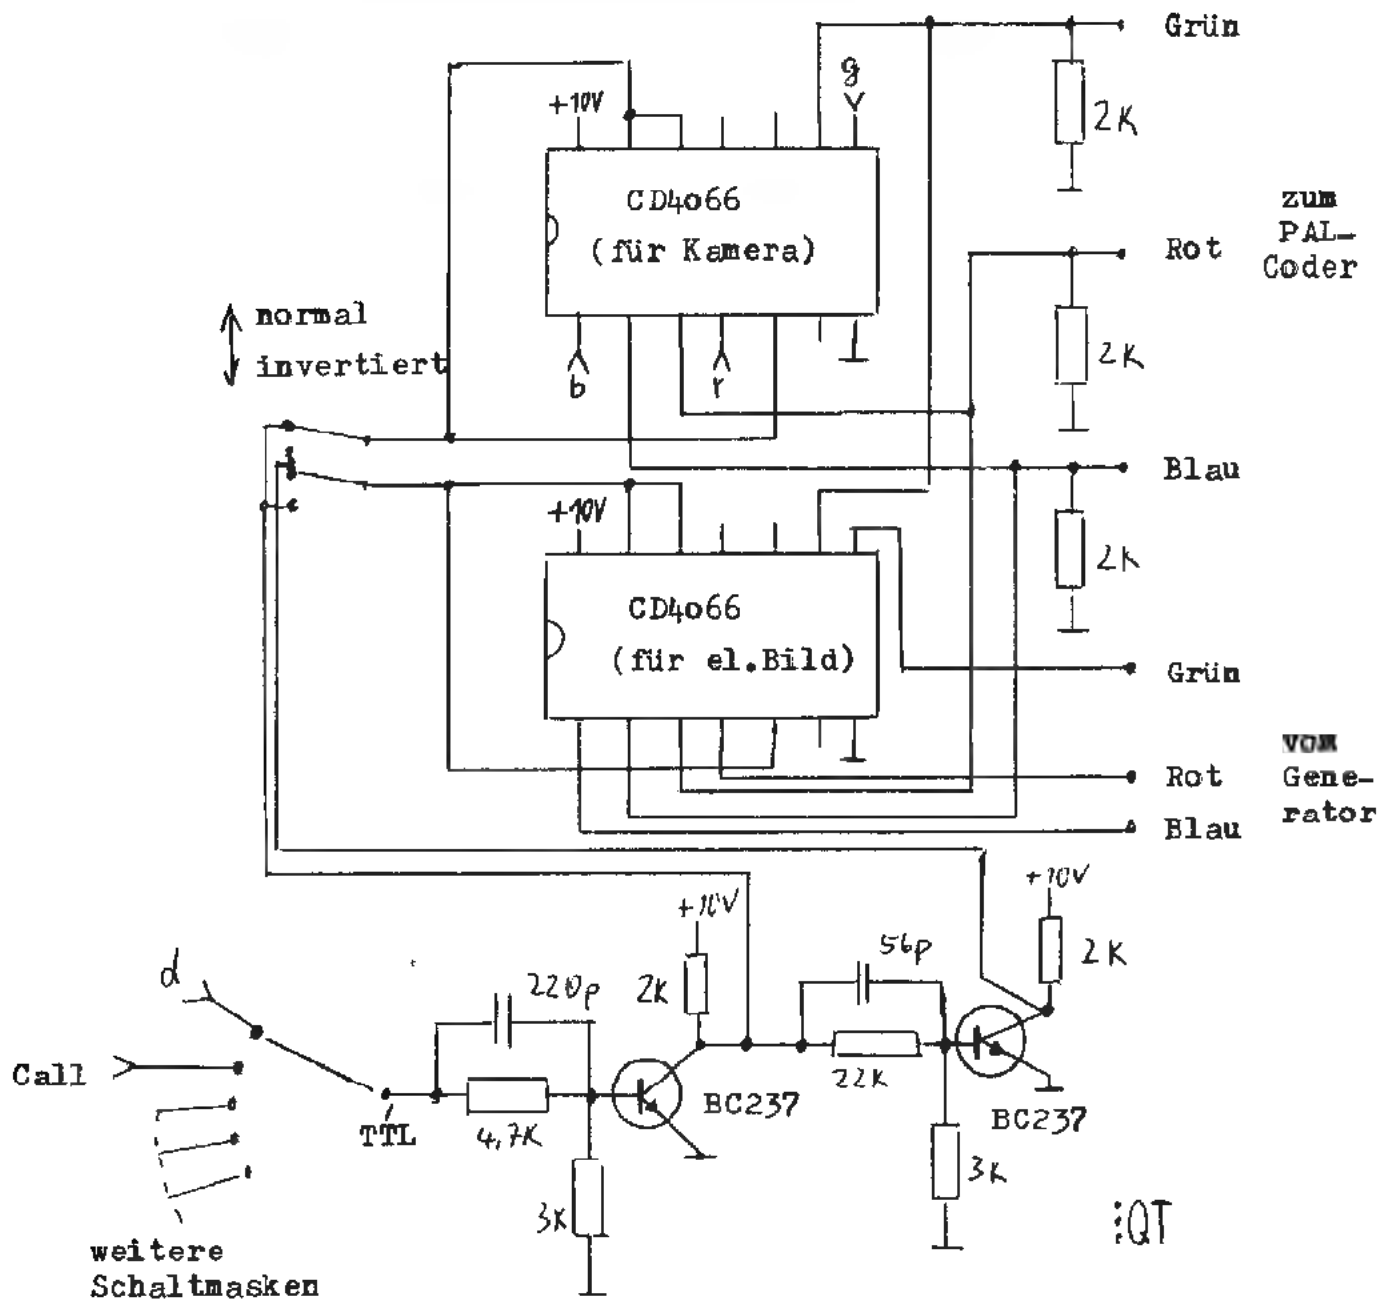
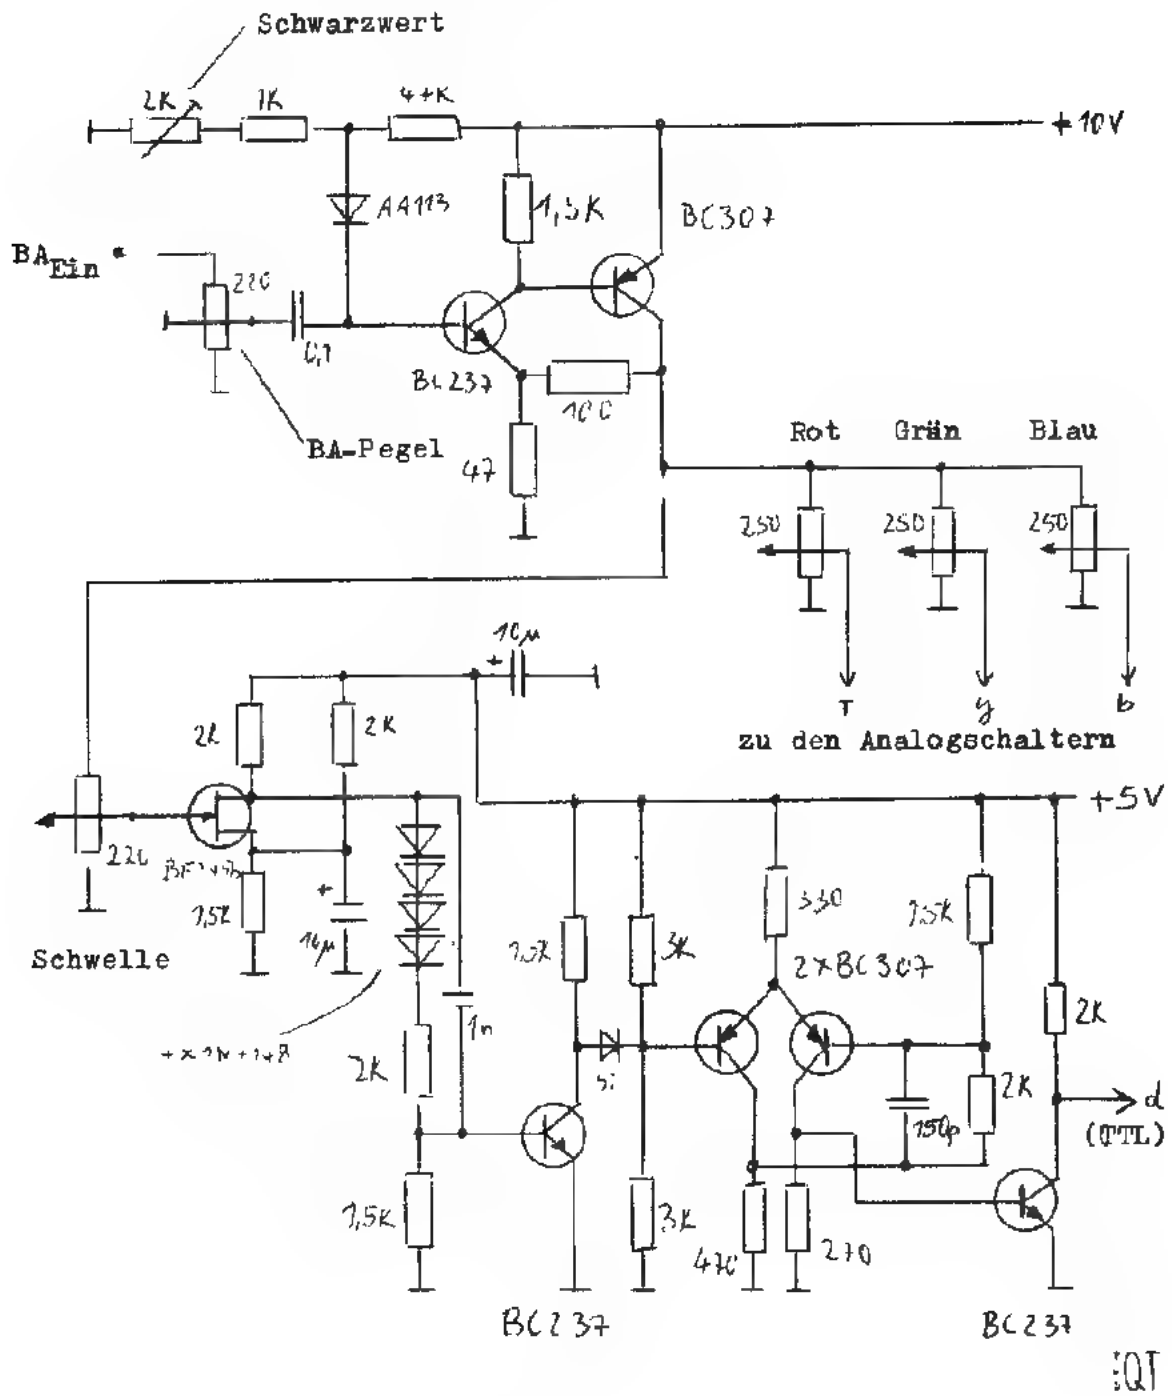
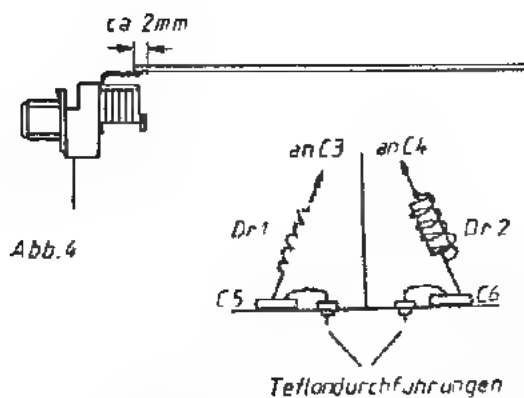

Abb. 2 Elektronischer Videoumschalter
Abb. 3 BA-Verstärker und A/D-Wandler
Abb.4
Abschließend soll nun noch der elektronische Videoumschalter (Abb. 2), der BA-Vorverstärker und der Analog-Digital-Umwandler (Abb. 3) beschrieben werden. Der elektronische Videoumschalter kann dazu benutzt werden, zwei beliebige BA-Signale (z. B. zwei Kamerabilder) miteinander zu vermischen. Unter Mischen ist hier allerdings nicht stufenloses Überblenden, sondern ein rein digitales Umschalten zu verstehen. Der eigentliche Trick besteht darin, daß das Umschalten selber so schnell erfolgt, daß Teile des Bildes A in das Bild B eingefügt werden. Man kann also Bildteilung und Trickblenden erzeugen. Das Umschaltsignal (Schaltmaske) ist dabei selber wieder ein Videosignal. In der vorliegenden Schaltung schaltet der Videoumschalter zwischen elektronischem Testbild und Kamerabild um. Als Schalter werden die Analogschalter CD 4066 benutzt. Die Versorgungsspannung beträgt 10 Volt. Die Transistoren dienen als Logikpegelwandler, damit man den Videoumschalter mit TTL-Signalen ansteuern kann. Da hier ja RGB-Signale umgeschaltet werden, benötigt man pro Kanal drei Schalter. Das Kamerabild selber muß, bevor es auf den CD 4066 ankommt, auf dem gleichen Gleichspannungspegel liegen wie das digitale Videosignal. Mit den beiden Potis im BA-Vorverstärker ist zusammen mit einem Oszilloskop eine genaue Anpassung des Schwarz- und des Weißwertes möglich. Der BA-Verstärker arbeitet am Ausgang auf drei Potis, mit denen man das Schwarz-Weiß Kamerabild einfärben kann. Der A/D-Wandler ist ein einfacher Schmitt-Trigger. Der FET und die Dioden am Eingang dienen der Anhebung des Schwarzwertes auf die Schaltschwelle des Schmitt-Triggers. Die Schaltung ist noch verbesserungsfähig, da sie nicht sehr schnell ist. Das TTL-Signal am Ausgang des A/D-Wandlers kann auch als Schaltmaske für den Videoumschalter verwendet werden, was weitere Tricks ermöglicht. Hiermit ist nun die Beschreibung des Farbbridgebers vorläufig abgeschlossen. Die Schaltungen für den Lichtgriffel und den Bildspeicher sind noch nicht soweit ausgereift, daß man sie veröffentlichen kann.
2. Legen Sie das gelochte Bodenblech deckungsgleich auf Abb. 2. Drücken Sie nun den Gehäuserahmen von oben so in das Bodenblech ein, daß die Bohrungen für die Trimmer-Trimmer und den Durchführungs-Kondensator mit der Zeichnung übereinstimmen. Der Rahmen wird jetzt mit dem Bodenblech verlötet.
5 Die Streifenleitungen L1 und L2 werden nach Abb. 2 mit ihren vorgebohrten Löchern auf die Anschlußstifte je einer BNC-Buchse gedrückt und festgelötet. Die Teflonkragen der Buchsen bestimmen dabei den Abstand vom Gehäuseboden.
6 Die Locher für die Tronser-Trimmer nach Abb. 3 ausfeilen, Statoranschlüsse der Trimmer dann rechtwinklig abbiegen und nach Einbau in das Gehäuse gemäß Abb. 4 auf die Enden der Streifenleitungen loten
Mitte von C4 16 mm vom kalten Ende an L2 Abb. 2